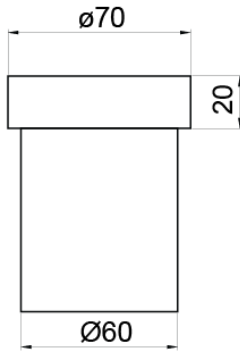

Figura 2
2. Tomar la medida del diente inferior de la brocha. En este caso la brocha de 18 mm (Figura 2)
4. La fresa a utilizar en este caso es la constante "a", es decir 19,5 mm (Figura 2)